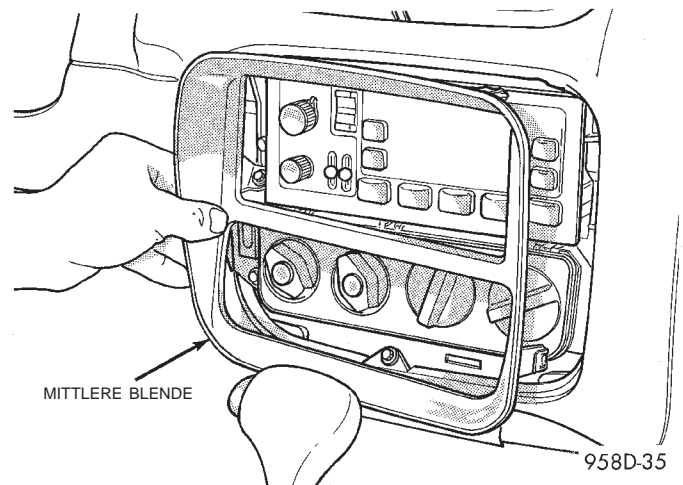

Abb. 55 Mittlere Blende
- (3) Die mittlere Blende abziehen (Abb. 55).